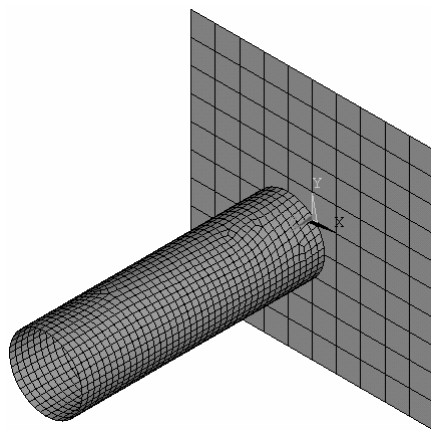

图 5-41 圆管与方板
(8) 依次选择 Utility Menu>PlotCtrls>Style>Colors>Reverse Video，将图形窗口的背景变为白色，以便续操作中更清楚地观看视图（见图 5-41）。